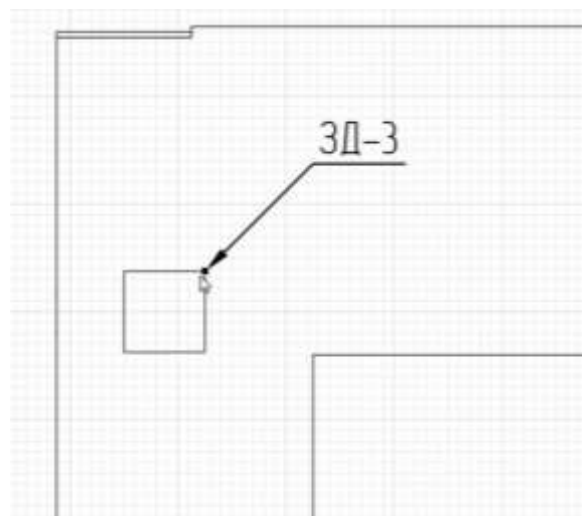

Рисунок 10.12 - Чертеж. Автоматические метки
11. Добавим основные виды на лист. Метки элементов, которым присвоены марки, можно проставить инструментом *Марка*. Достаточно навести на элемент, чтобы была указана марка элемента под курсором (рис. 10.12).